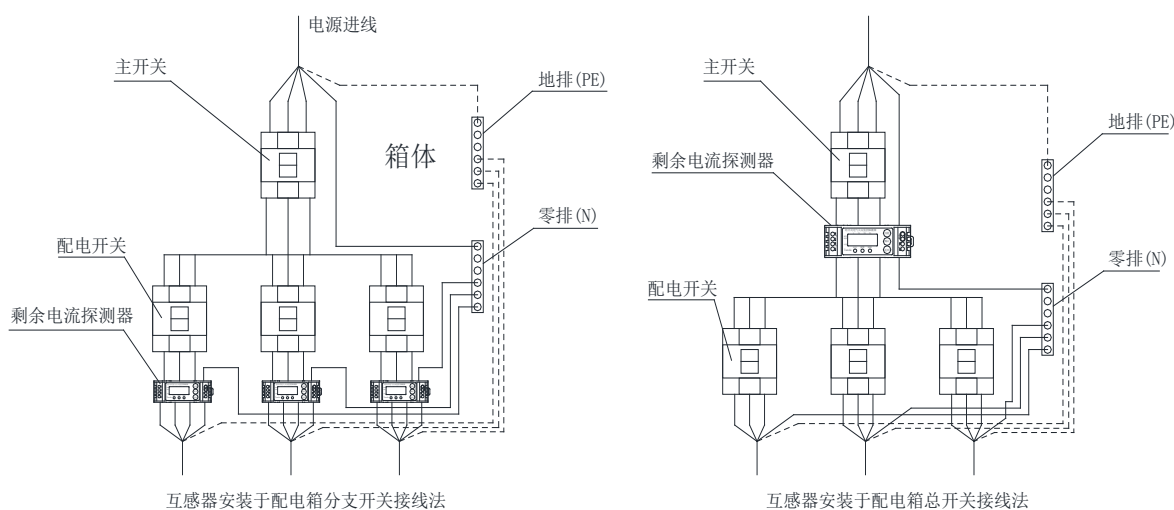

图 17 现场安装位置示意图
2. TE3300 系列组合式电气火灾监控探测器现场安装位置示意图, 如下图 17 所示: